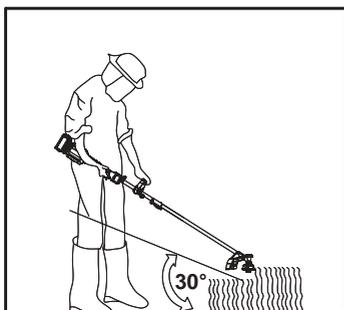

Fig. 33
1. Acople el cabezal de recorte (1) para cortar tipos pequeños de malas hierbas, césped o vegetación blanda similar. Asegúrese de que la protección (2) esté bien fijada.
4. Mantenga el cabezal de recorte (1) justo por encima del terreno formando un ángulo de aproximadamente 30° (Fig. 33).